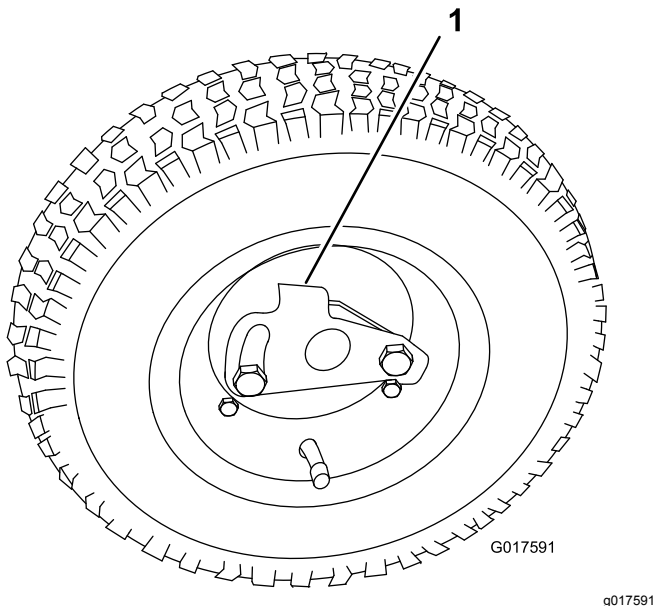

Figure 8
3. Faites pivoter le clip de verrouillage pour l'éloigner du centre de la roue et lui permettre ainsi de coulisser plus avant sur l'essieu (Figure 8).